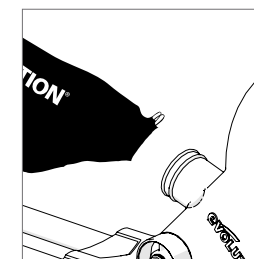

Fig. 42
- Faites coulisser le sac de récupération des poussières sur l'orifice d'extraction, en veillant à ce que le ressort de serrage prenne prise sur l'orifice pour bien caler le sac. (**Fig. 42**).